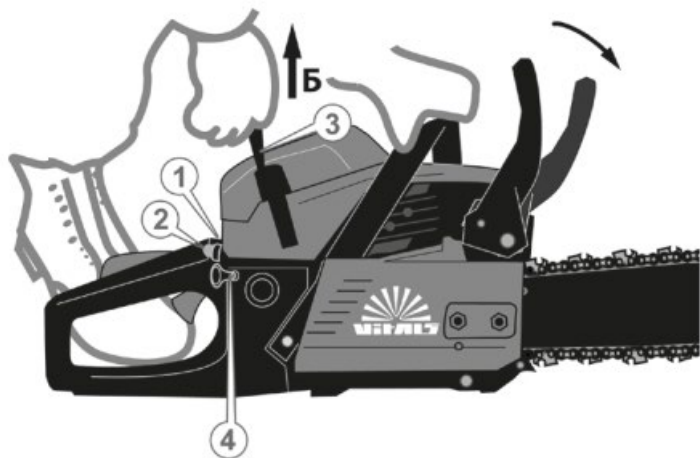
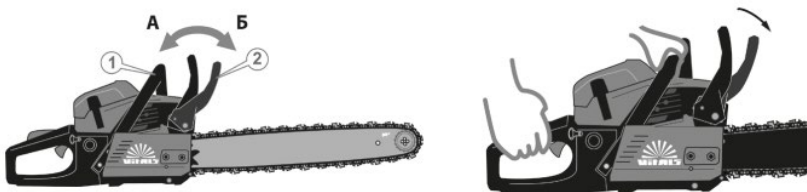

Рисунок 9. Схема запуску та зупинки двигуна.
Рисунок 10. Схема перевірки роботи гальма ланцюга.
4. Встановити вимикач запалювання (1, рис. 9) у положення «Увімк» (I).
7. Подати паливо в карбюратор ручним насосом-праймером. Для цього натиснути 4–10 разів на ковпачок насоса (2, рис. 9), доки в ньому не з'явиться паливо.
8. Витягнути до упору важіль (4, рис. 9) пускової системи карбюратора, щоб закрити повітряну засувку.
- спочатку обережно потягнути на себе руків'я стартера (3, рис. 9) у напрямку стрілки (Б, рис. 9), до упору;
10. Знову потягнути на себе руків'я стартера (3, рис. 9) для пуску двигуна. Після того, як двигун запрацює, повільно повернути руків'я стартера у початкове положення.
5.1.8.1 Порядок перевірки спрацювання гальма від важеля (рис. 10).
1. Запустити двигун. Якщо гальмо ланцюга розблоковане, то його важіль (2, рис. 10) знаходиться у зведеному стані (А, рис. 9) – ближче до руків'я (1, рис. 10), ланцюг рухається за командою від пускової клавіші.
Якщо гальмо ланцюга увімкнене, то важіль (2, рис. 10) знаходиться у увімкненому стані (Б, рис. 10), ланцюг повернути неможливо.